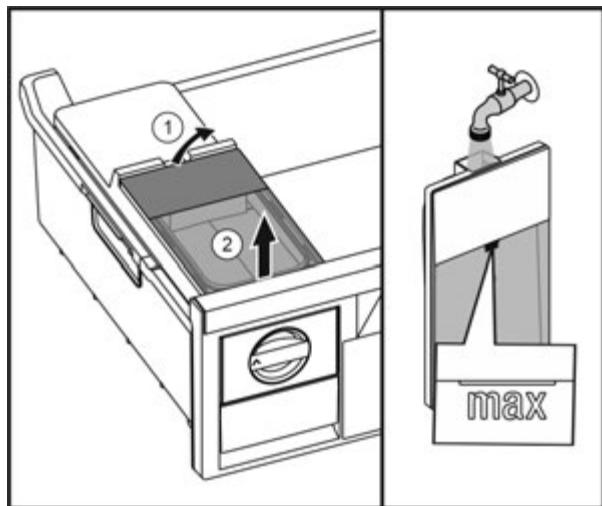

Fig. 38
- Підняти бак для води ззаду Fig. 38 (1) та вийняти вгору Fig. 38 (2).